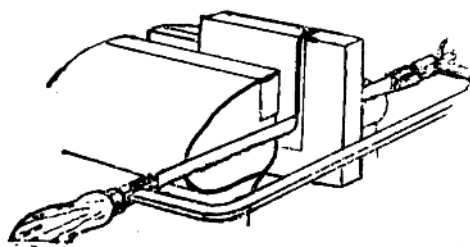

图 1—18 锯割深锯缝
2. 锯割深锯缝时是不是应该如图 1—18 那样,把锯条转一个方向?为什么?(转动锯条的方法是把蝶型螺母松开,锯弓两头的活动夹头转动 90°即可。)